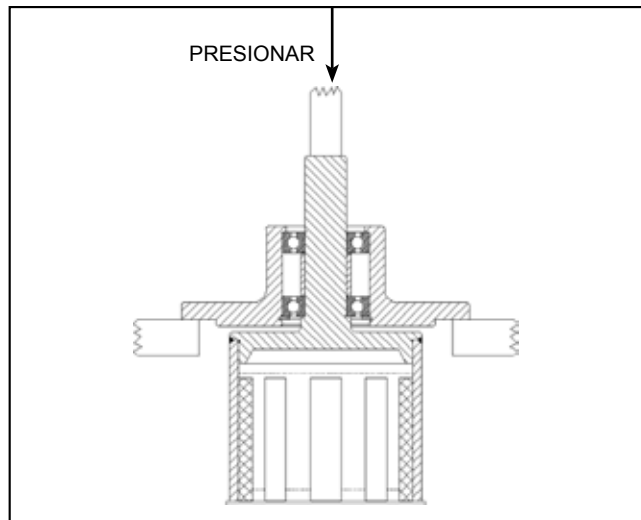

FIGURA 24
2. Retire el aro de retención externo, del eje, coloque la unidad en el prensador y empuje el eje hacia fuera tal como se indica en la Figura 24. Sujete el extremo del magnetismo exterior para evitar que caiga y posibles daños.